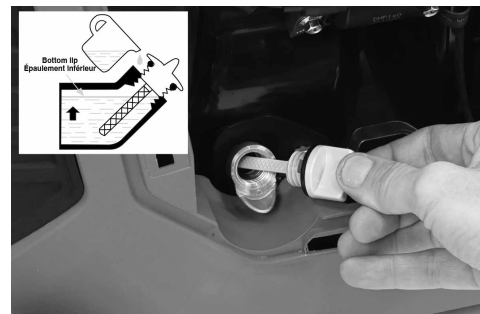

Figure 3
- 2) Dévissez le jauge à niveau d'huile (A) Fig.3 dans le sens anti-horaire et nettoyez-le avec un chiffon propre.